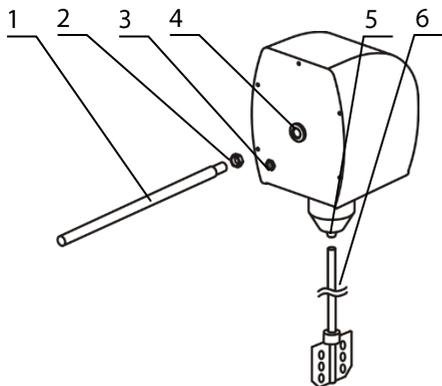

Рисунок 2. Сборка
- Накрутите гайку (рис. 2/2) на стержень крепления на штативе (рис. 2/1);
- Вкрутите стержень (рис. 2/1) в отверстие (рис. 2/4) на задней панели прибора. Зафиксируйте стержень гайкой, закрутив её по часовой стрелке;
- Закрепите стержень перемешивающего элемента (рис. 2/6) в зажиме (рис. 2/5) не прилагая чрезмерной поперечно-осевой силы;